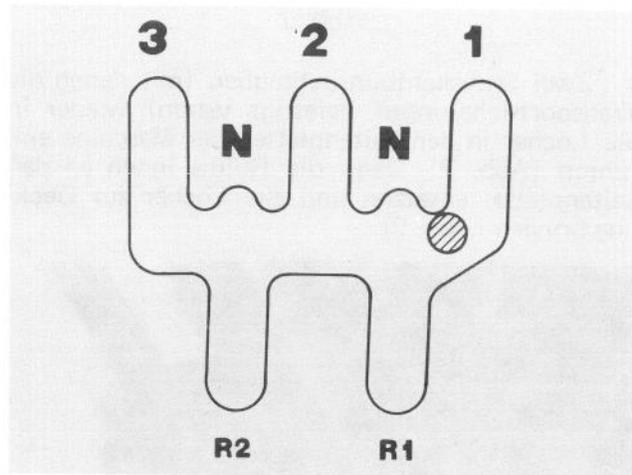

Abb. 8
3. Den Gangschalthebel auf die Erhöhung zwischen N und 1 stellen (Abb. 8) und in dieser Stellung festhalten.